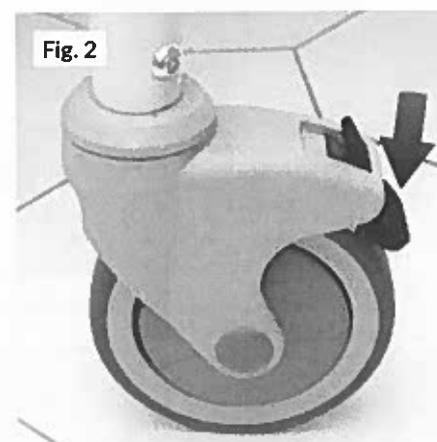

Fig. 2
- premere la parte alta del pedale posto sulle ruote posteriori (fig. 2).
- premere con il piede il pedale posto sulle ruote anteriori (Fig. 2).